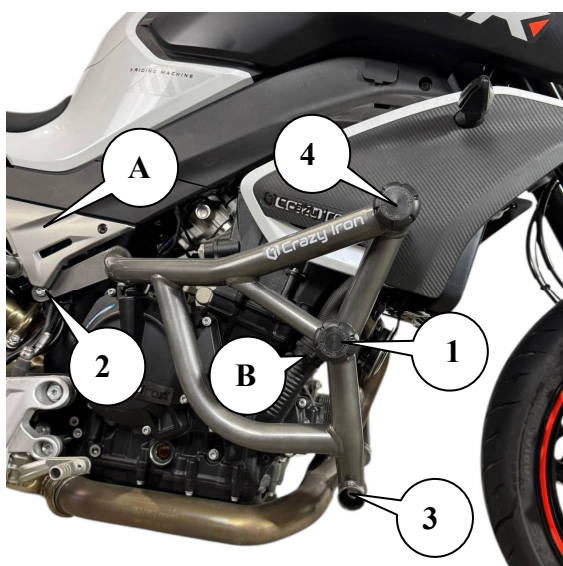

Рис.1. Установленная клетка вид справа
- слить охлаждающую жидкость с мотоцикла согласно руководству для Вашего мотоцикла и временно демонтировать патрубок системы охлаждения В, отделив его от выхода помпы (рис.1).
5. Приложите правую половину клетки к точке крепления правой стороны 1 (как это показано на рис.1).